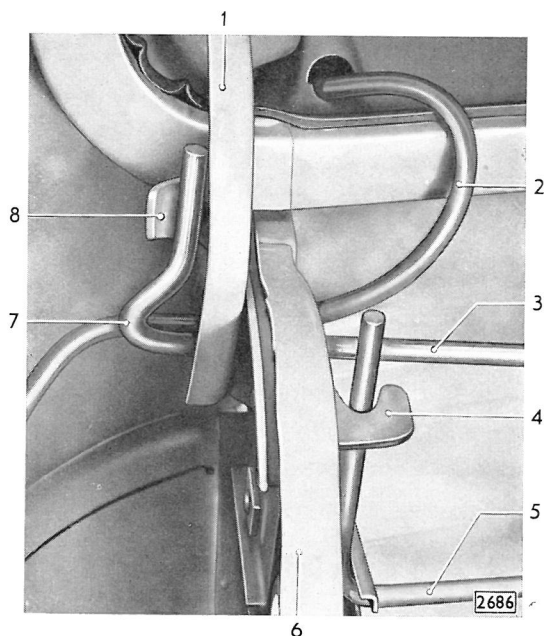

Bild 153 - Anordnung linke Drehstabfeder am linken Kofferraumdeckelscharnier
Der Aus- und Einbau der linken und rechten Kofferraumdeckelfeder ist im Prinzip gleich. Die Bezeichnung „linke“ oder „rechte“ Feder bezieht sich auf die Seite, auf der die Feder mit ihrem abgewinkelten kurzen Ende am Anschlag auf der Außenseite des Scharniers anliegt (Bild 153). Die linke Feder ist auf der rechten Seite, die rechte Feder auf der linken Seite in einen Halter an der Karosserierückwandstütze eingesetzt. Es ist zweckmäßig, zuerst die linke Feder auszubauen.
2. Vor dem Einhängen der linken bzw. rechten Feder mit dem Federheber in den Halter an der Karosserierückwandstütze kontrollieren, daß die Feder auf der Scharnieraußenseite am Anschlag des Scharniers anliegt (Bild 153).